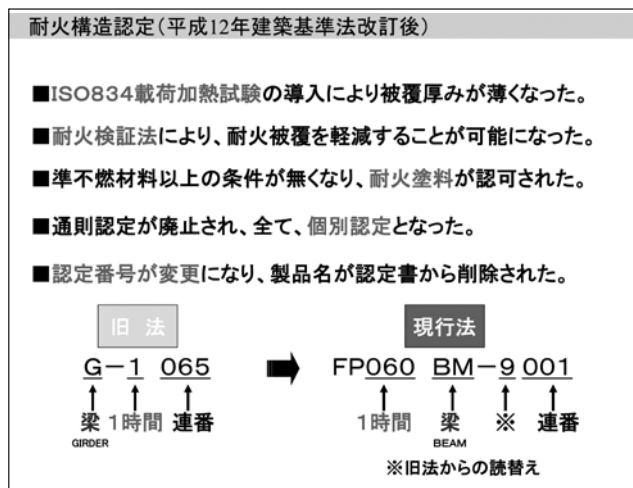

図1
(5)旧法の認定番号は個別に出されました。「G-1 065」は順番に「梁(G)の1時間耐火(1)の連番65(65)」の意味です。現行法では非常に分かりやすくなり、「FP060 BM-9 001」は、「FP (fireproofの略)の1時間耐火(060)、梁(BM=Beam)の連番001」を意味します。2時間耐火なら「120」、柱ならCN(=Column)となるわけです。(図1)